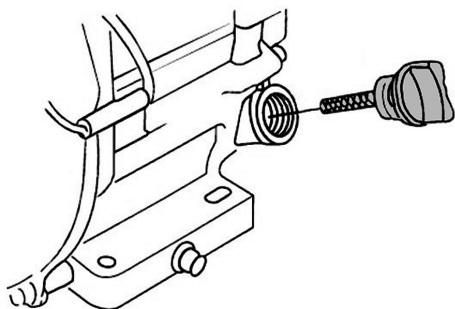

Рис. 10. Крышка-щуп маслозаливной горловины
2. Открутите крышку-щуп маслозаливной горловины и извлеките щуп (Рис. 10).
2. Выкрутите крышку-щуп маслосливной горловины и извлеките щуп (Рис. 10).